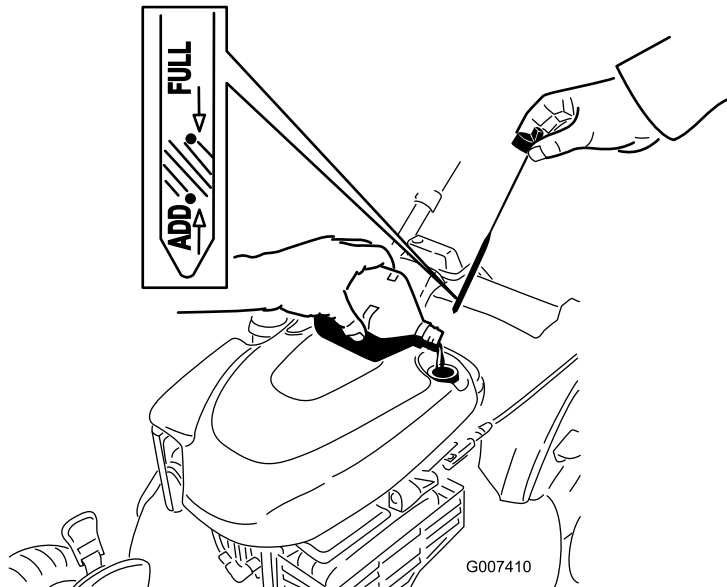

Figure 16
2. Retirez la jauge (Figure 16).
5. Sortez de nouveau la jauge et contrôlez le niveau d'huile ; voir Figure 16.